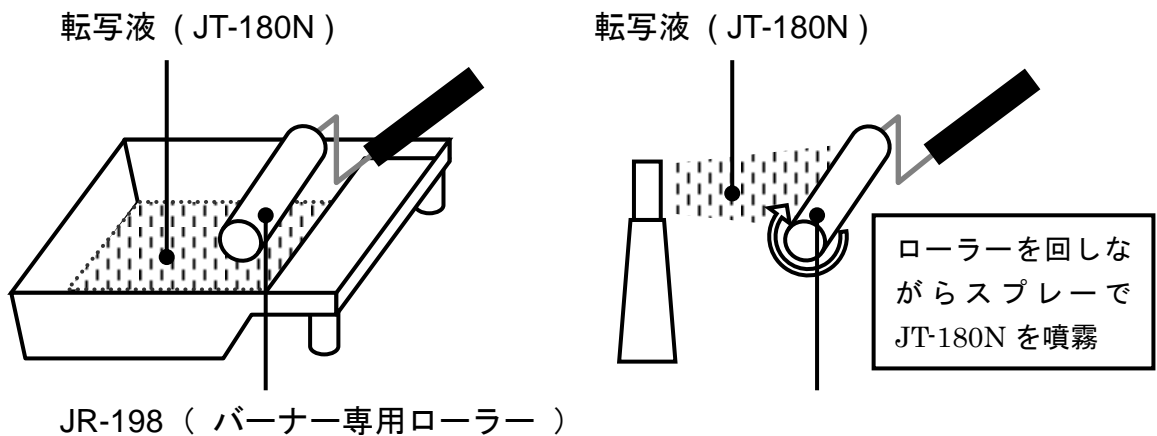

図 2
- ・専用ローラーJR-198に転写液JT-180Nを塗布する(図2)。